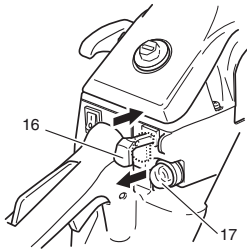

Fig. 12
*Empujar varias veces el bulbo cebador (17) de manera que el combustible fluya a través del bulbo hacia el carburador. (Fig. 12)
2. Tire de la palanca del estrangulador (16) hasta la posición de estrangulamiento (Fig. 12). Esto bloqueará el estrangulador automáticamente en la posición de arranque.
4. Cuando escuche la primera ignición, vuelva a poner el estrangulador en la posición de marcha. (Fig. 12)